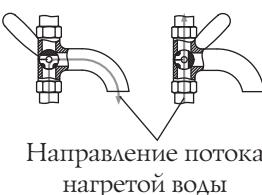

Рисунок 13. Схема работы трехходового крана.
При необходимости получения горячей воды за более короткий срок, допускается производить разбор воды до ее попадания в бак. Для этого необходимо присоединить трехходовой кран (7) к трубе горячей линии, между верхним штуцером теплообменника и выносным баком в удобном для вас месте (рисунок 13).